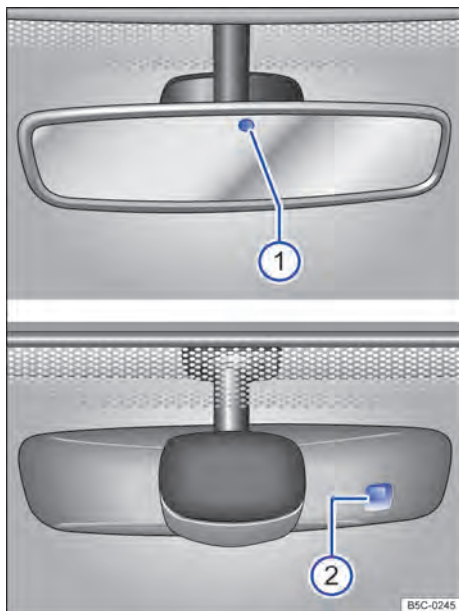

Fig. 73 No para-brisa: espelho retrovisor interno com antiofusco automático.
As possíveis causas de avarias e interpretações errôneas na área da superfície sensível → Fig. 73 do sensor de chuva são, entre outras:
Quando a ignição é ligada, os sensores medem a incidência de luz. Existem 2 sensores no espelho retrovisor interno, um que mede a incidência de luz pela frente → Fig. 73 ① e outro que mede a incidência de luz por trás ②. Em função dos valores medidos, o espelho retrovisor interno é escurcido automaticamente.